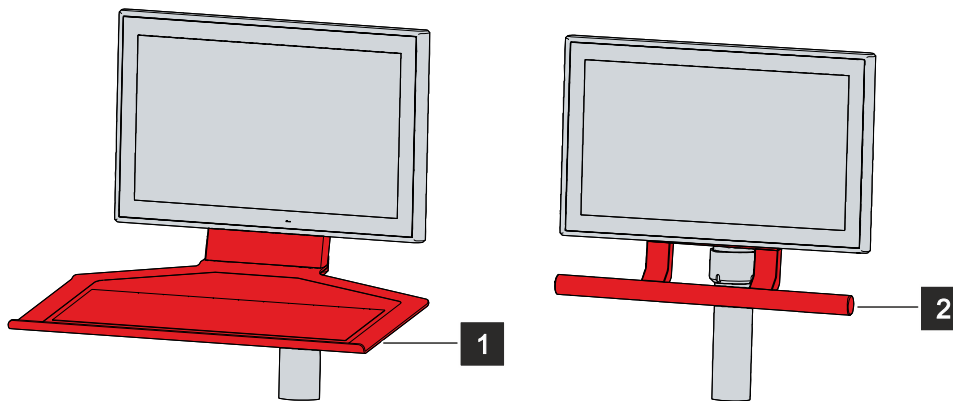

Abb. 2: Ablage und Griff
Sie haben die Möglichkeit, das Control Panel mit mechanischen Erweiterungen wie einer Ablage (1) oder einem Griff (2) (siehe Abb. 2) zu bestellen. Die Erweiterungen sind ab Werk montiert. Ihnen stehen die folgenden Bestelloptionen zur Verfügung: